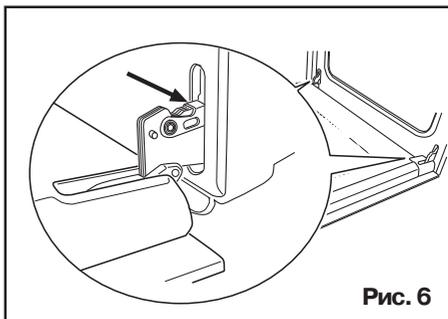

Рис. 6
- 6) найдите две петли, с помощью которых она крепится к корпусу духового шкафа (Рис. 6);